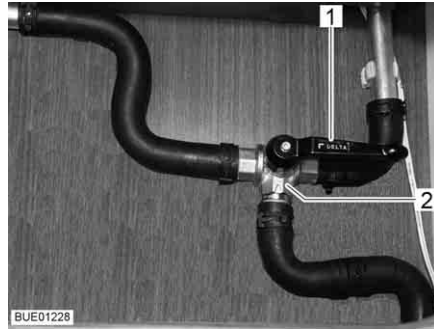

Bild 146 3-vägsventil
- Ställ spaken (Bild 146,1) till 3-vägsventilen (Bild 146,2) parallellt med den raka genomflödesriktningen (Bild 146).
- Ställ spaken (Bild 146,1) till 3-vägsventilen (Bild 146,2) tvärs mot den raka genomflödesriktningen.